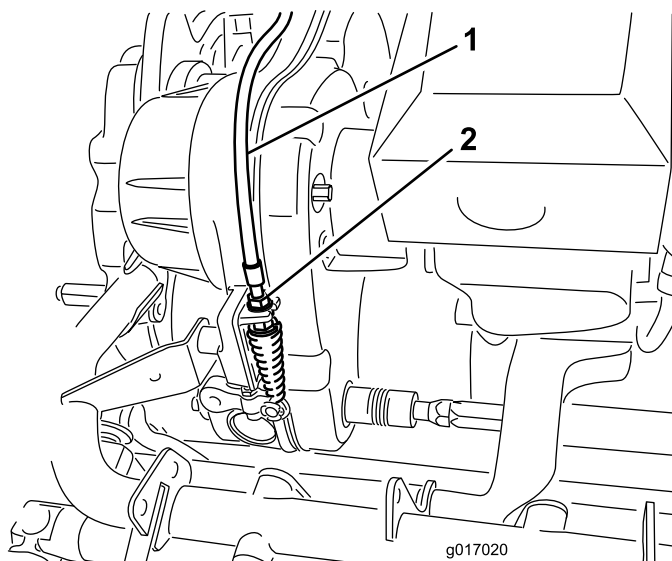

図 47
2. トランスミッションのバルクヘッド部で、リールコントロールのケーブル 図 47を行うスプリングの長さが 70.6-72.4mm になるように調整する。